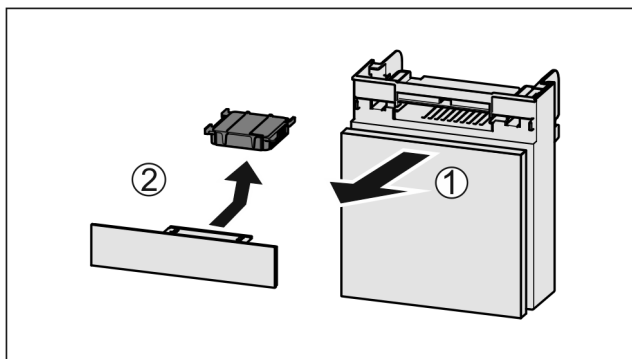

Fig. 55
- ▶ Вытянуть Fig. 55 (1) отделение движением вперед.
- ▶ Извлечь Fig. 55 (2) фильтр с активированным углем.